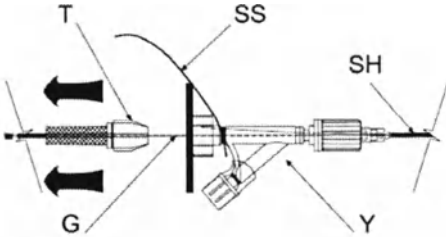

Рис. 20
- Надежно удерживая коннектор-тройник одной рукой, медленно потяните устройство для вращения (Т) (рис. 20) не менее чем на 30 см, чтобы отсоединить имплантированное устройство полностью (рис. 21-24).